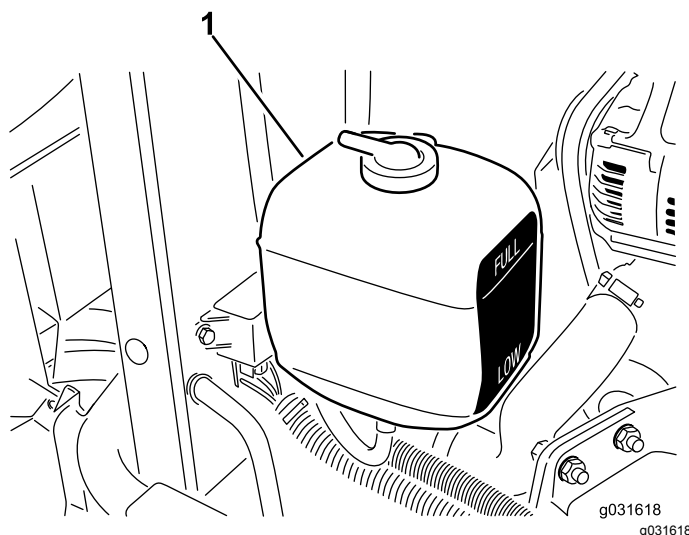

Bild 56
1. Prüfen Sie den Kühlmittelstand im Ausdehnungstank (Bild 56).